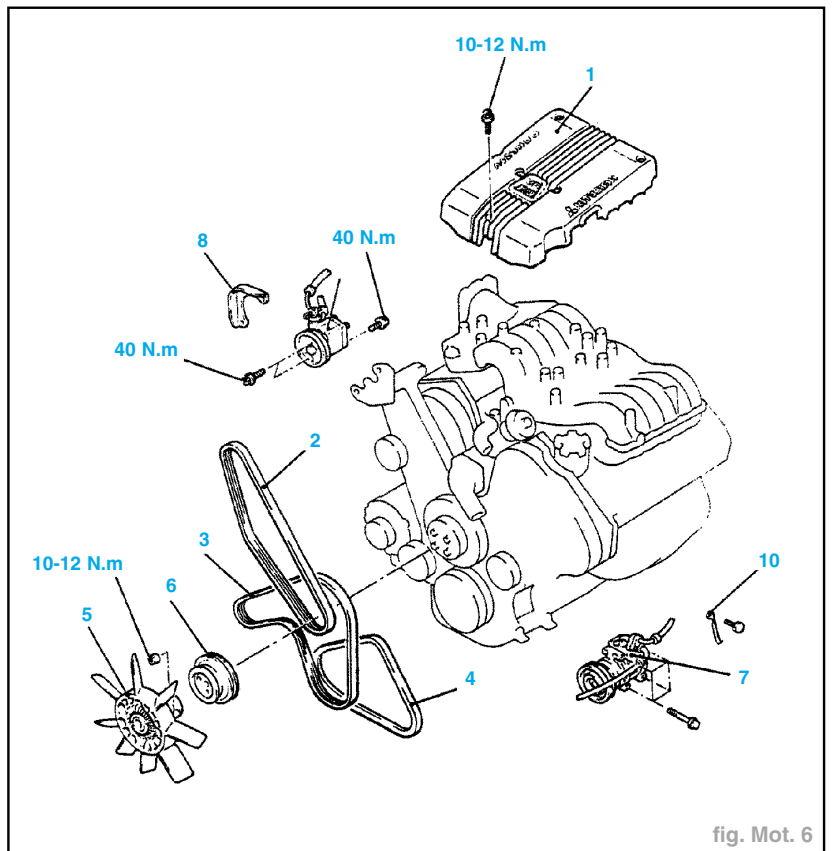

fig. Mot. 6
- Déposer (fig. Mot. 6 et 7) :